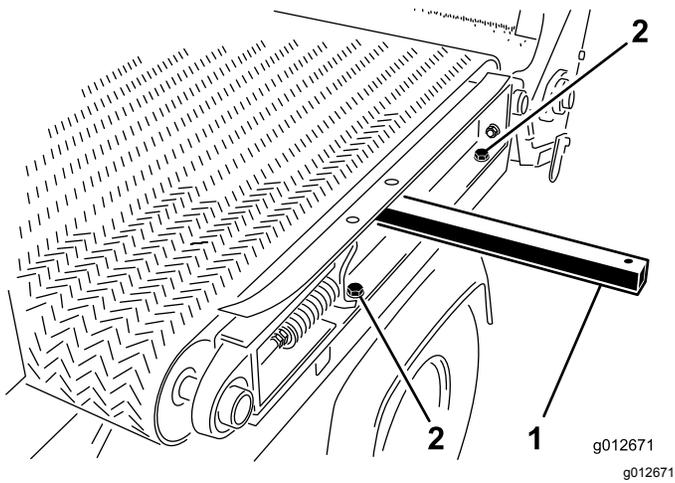

图29
1. 在机器左侧用在 拆除滑行滚道 (页码 18) 中卸下的2个平头螺丝和2个垫圈将滑行机架轨道安装到左挡泥板图29并拧紧螺丝。